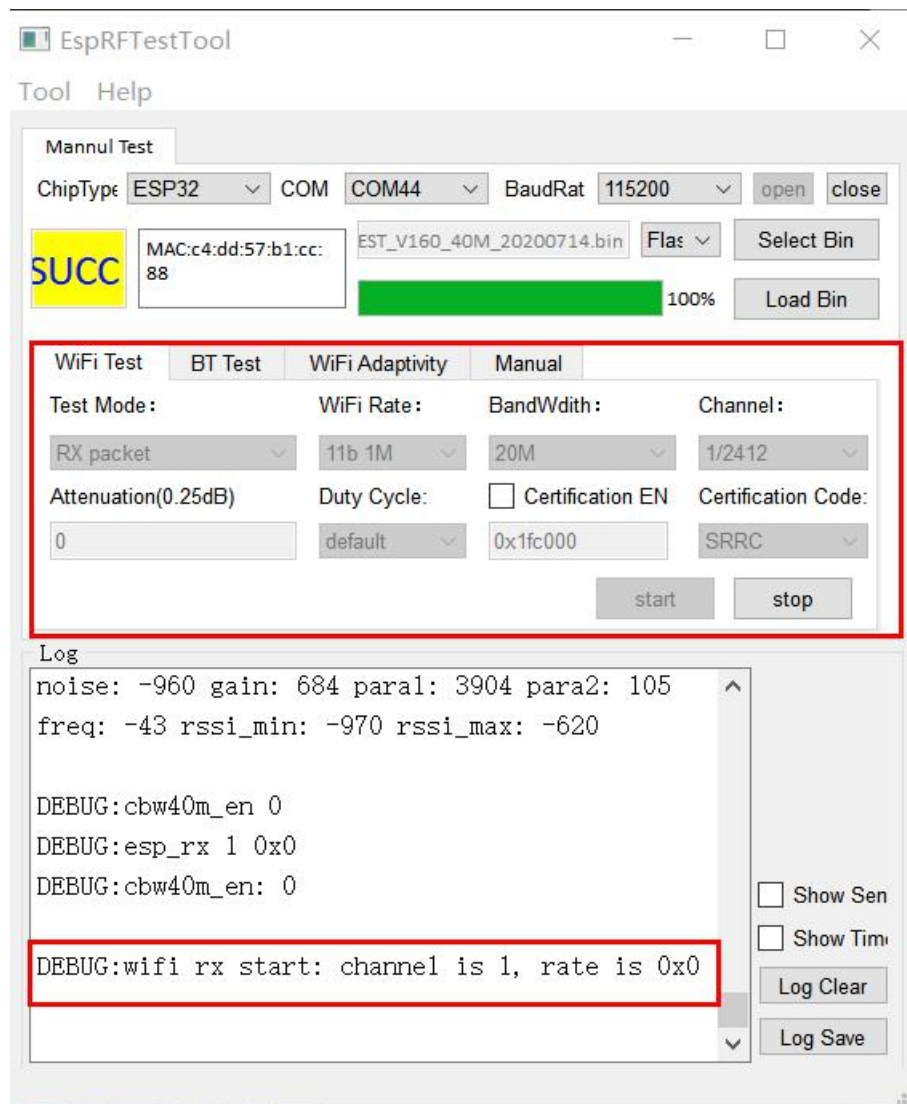

图 2-6 WiFi 接收测试界面
- 如果测试接收，Test Mode 选择 RX packet，其他根据测试需要进行相应选择。WiFi 接收测试界面如图 2-6 所示。